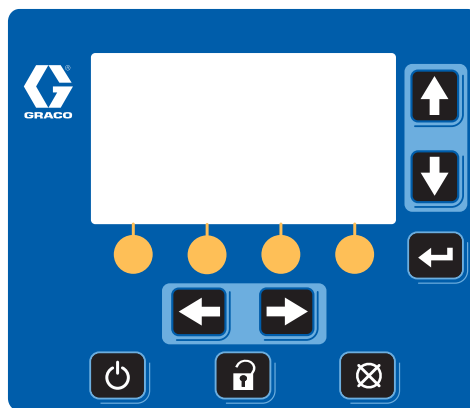

Fig. 8: Módulo de pantalla
- Módulo de pantalla (G). Solo montado en el elevador A. Presenta pantallas de estado del modo de funcionamiento, pantallas de configuración y teclas de control. Vea la FIG. 8, página 14.